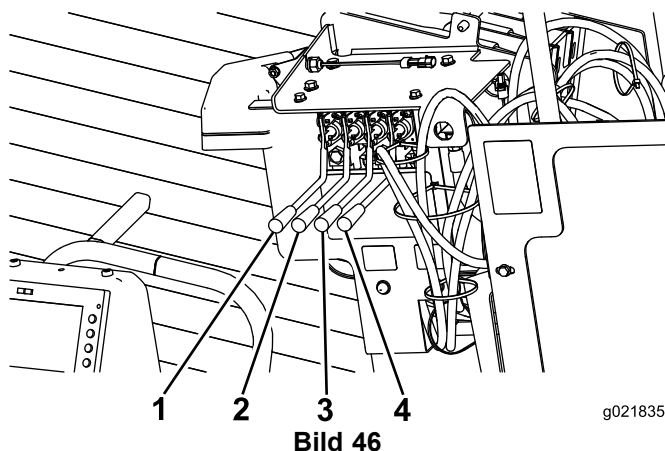

Bild 46
6. Drücken Sie auf die zwei rechten Verankerungshebel, um die rechte Verankerung abzusenken und die Bohrschnecke zu drehen, bis sie fest im Boden sitzt (Bild 46).